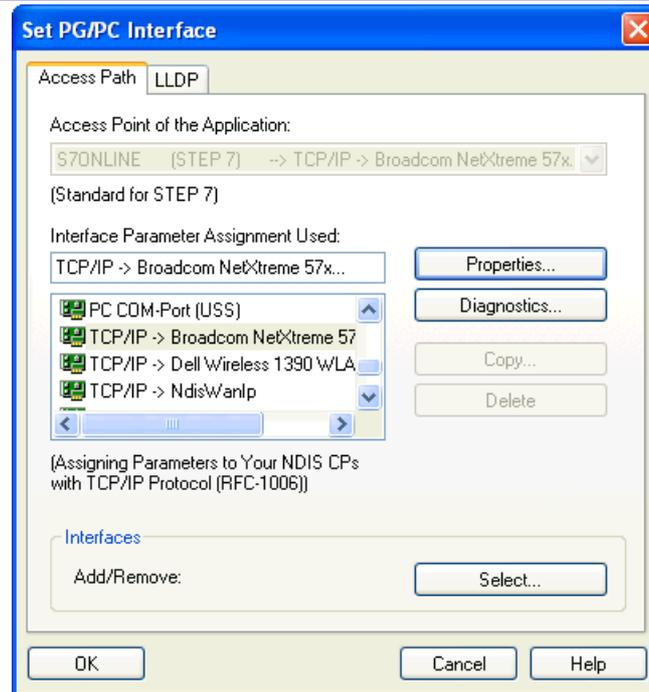

图 2 Set PG/PC 设置
- 1) 首先需要保证编程设备和 Simotion 设备正常连接，Set PG/PC Interface 中设定了正确的连接方式，在本例中使用以太网连接 Simotion D435 的 IE2/NET 接口。Set PG/PC Interface 中选择如图 2：